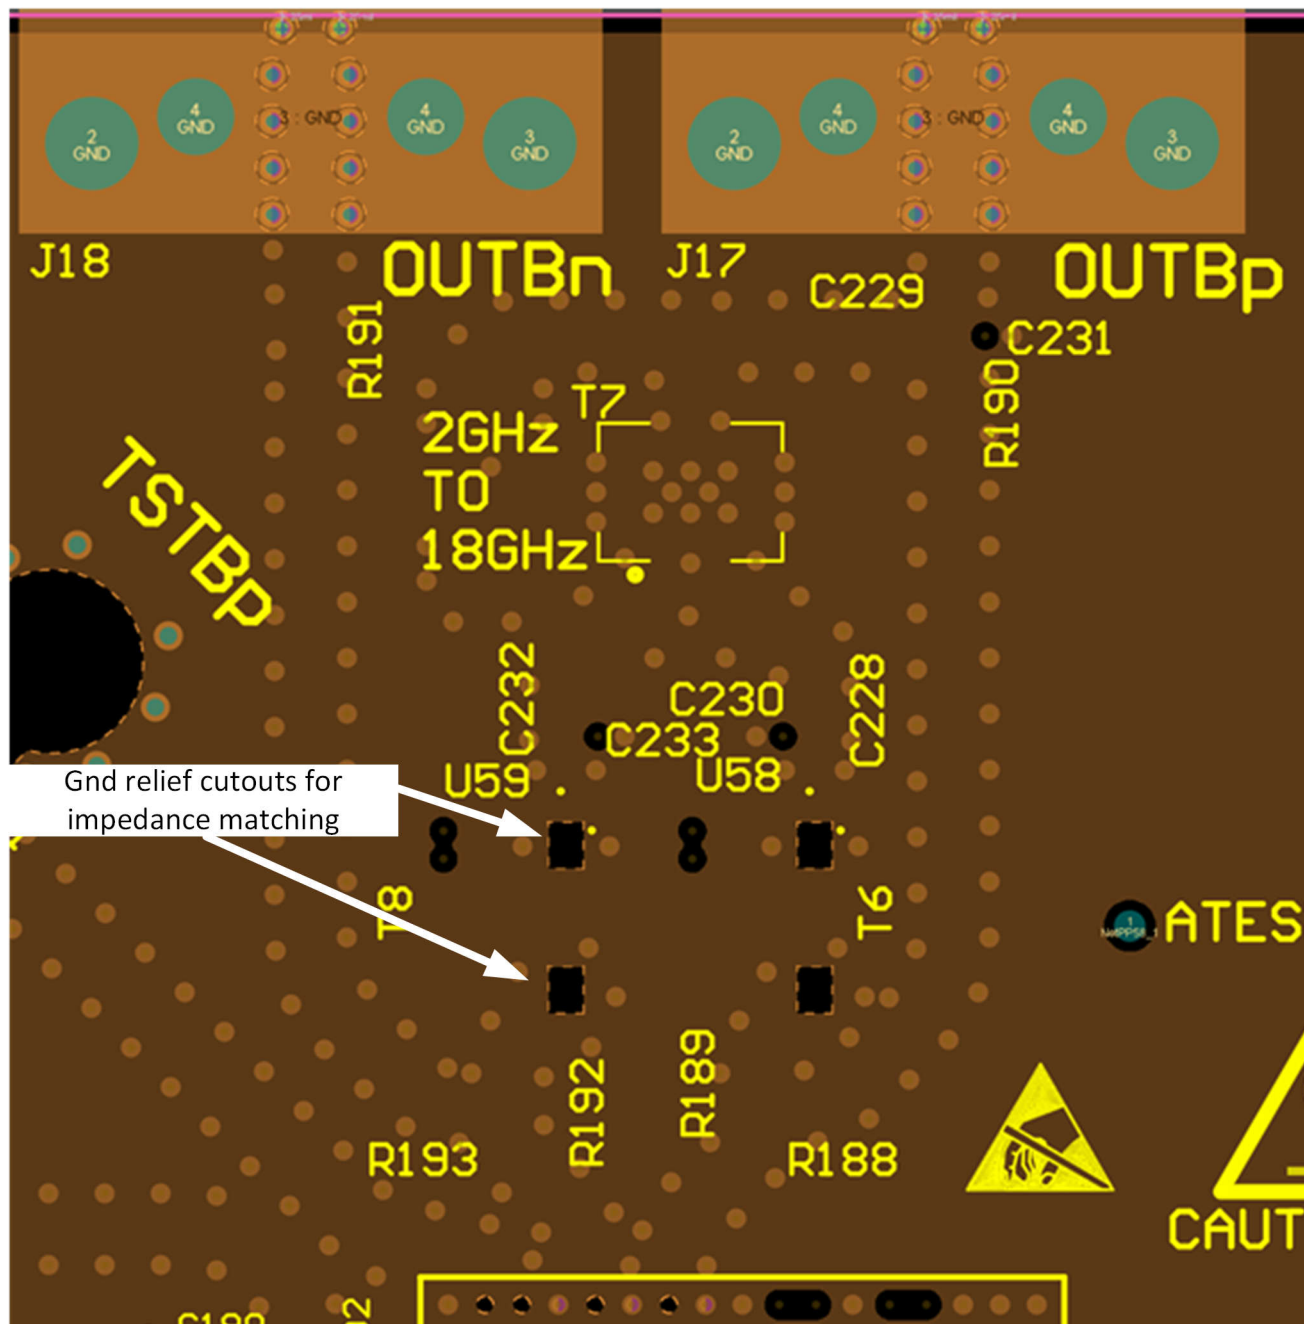

図 9-11. バランピンの下グランドの切り欠き
5. コンポーネントのランディングパッド、すなわち SMA コネクタ、バランなどで必要とされるグランドプレーンの切り欠きをすべて組み込むと、これらの場所でのインピーダンスの不連続性を回避することができます。1 つまたは複数のグランドプレーンのランディングパッドの下での切り欠きにより、必要とされる 50Ω のシングルエンドのインピーダンスを達成するパッドのサイズやスタックアップの高さが実現します。図 9-11 と例を参照してください。